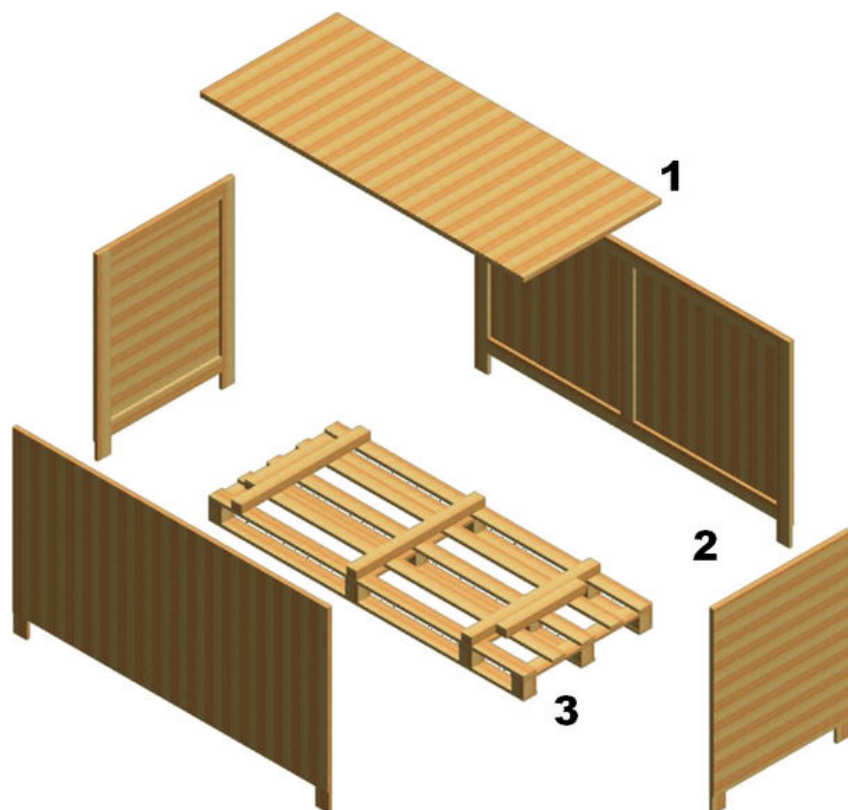

Abbildung 6: Verpackung der CDF-Anlage.
- Die Holzkiste ist mit Holzschrauben befestigt. Entfernen Sie zunächst den Kistendeckel ((Abb. 6, 1) und anschließend die Seitenteile (Abb. 6, 2).
- Die Anlage steht auf einer Palette (Abb. 6, 3) und kann mit einem Gabelstapler angehoben und transportiert werden. Achten Sie auf die maximal zulässige Tragfähigkeit des Gabelstaplers! Das Leergewicht der Anlage beträgt ca. 560 kg.